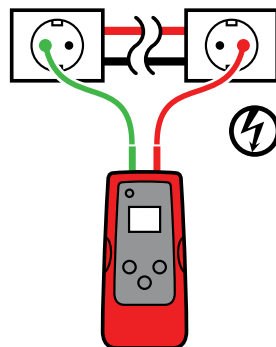

Figura 3.1a
2. Ligue o cabo de teste vermelho ao cabo de linha com eletricidade (do lado da carga no sistema). O sinal APENAS será transmitido entre a tomada a qual o transmissor está ligado e fonte de alimentação (ver Figura 3.1a). (consulte a secção 2.2 para obter mais informações).